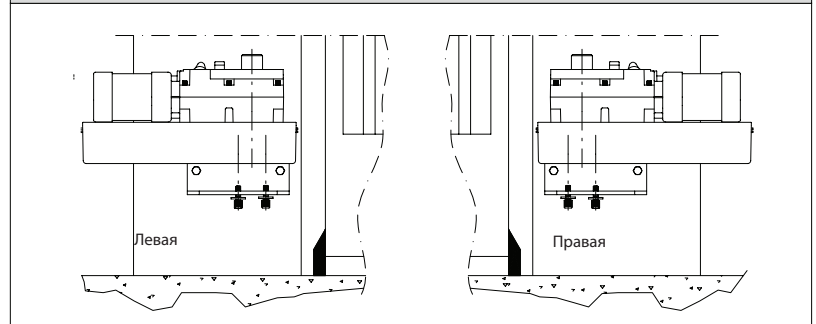

Рис. 6
- Соберите кривой рычаг как показано на рис.6.